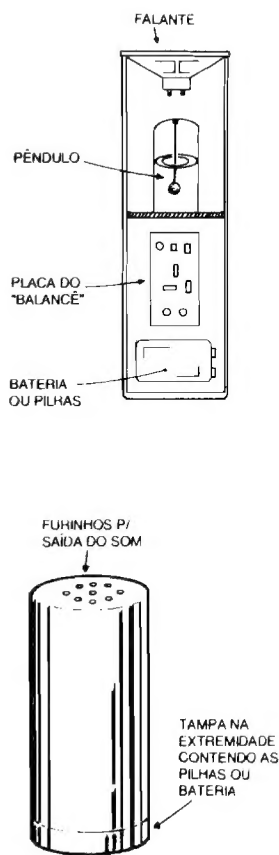

Fig.6
- FIG. 6 - O ACABAMENTO DO BALANCÊ! - Resumindo toda a idéia da brincadeira eletrônica que resultou o BALANCÊ!, acreditamos ser de certa importância "enfiar" tudo num container de forma e dimensões convenientes, no caso, um envoltório de forma cilíndrica ou tubular, cujo diâmetro (ver item OPCIONAIS/DIVERSOS da LISTA DE PEÇAS...) deve "bater" com o do alto-falante utilizado, e cujo comprimento total permita - mais ou menos de acordo com as sugestões da figura - acomodar
Com o formato final sugerido na fig. 6, uma das possibilidades é combinar o seguinte: o(a) participante deve, inicialmente, ficar em pé, com as costas apoiadas numa das paredes de um aposento, equilibrando o BALANCÊ! sobre a cabeça... Após alguns instantes de imobilidade, o eventual som disparado pelo dispositivo cessará... Só então começará a brincadeira! A pessoa deverá, então andar através de toda a largura ou comprimento do local, até a parede à sua frente, sem que o som do BALANCÊ! desapare...! Pensam que é fácil...? Então, experimentem...!